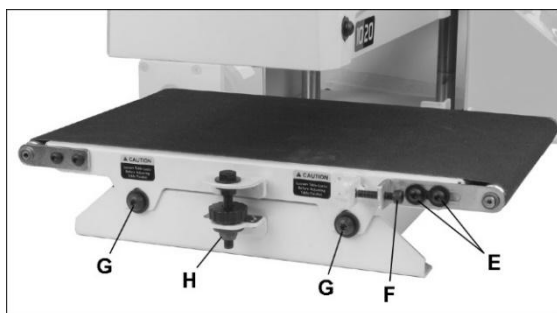

Figure 10-3
3. Desserrez deux vis (E, Fig 10-3) et tournez le vis de tension (F) des deux côtés du convoyeur pour relâcher la tension de la band et faites glisser complètement vers l'intérieur le rouleau entraîné.
4. Desserrez les deux vis (G, Figure 10-3).
5. Retirez le contre-écrou (G, Figure 10-3).
6. Enlevez le deux (2) vis fixant la table du convoyeur à la base.